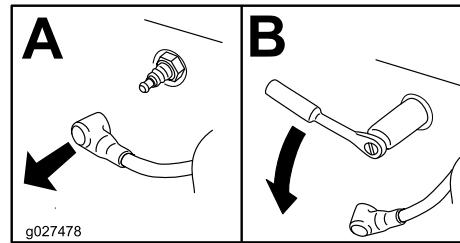

Figura 19
- Individuate e rimuovete la candela (Figura 19).